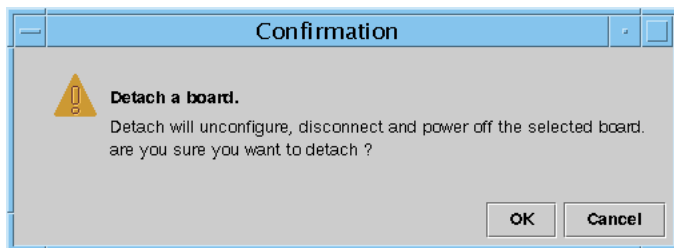

图 8-2 断开挂接确认框
3. 在菜单中选择“Detach（断开挂接）”。系统显示“Detach（断开挂接）”确认框（图 8-2）。